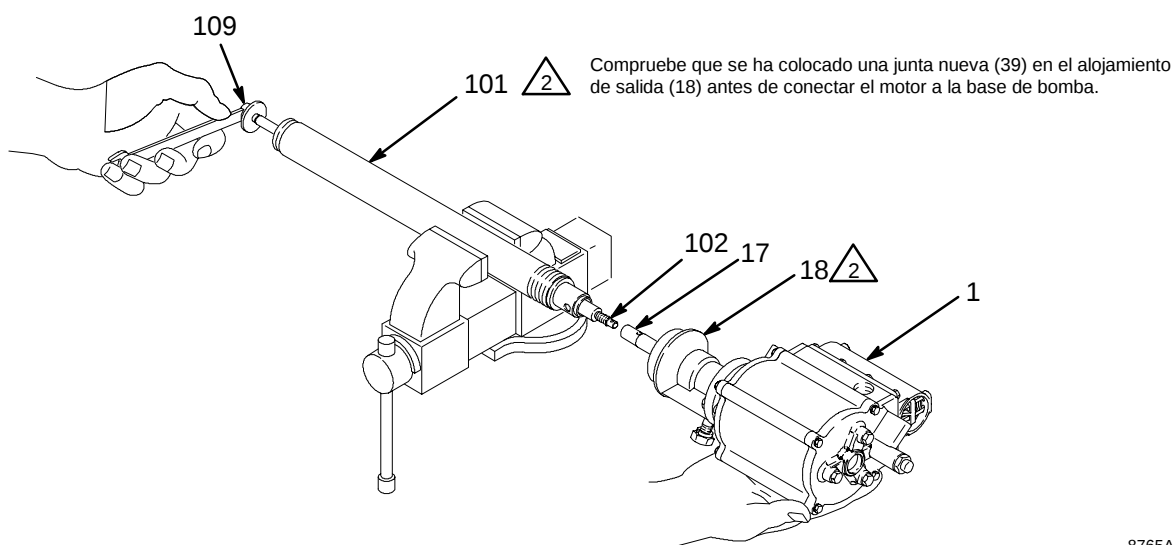

Fig. 8
6. Al realizar este paso, sujete el motor neumático (1) para impedir que caiga. Sujetando la tuerca (109) con una llave, desenrosque la biela (102) de la base de la varilla (17) para liberar el motor. Vea la Fig. 8.
**NOTA:** Antes de conectar la base de bomba al motor, compruebe que se ha introducido una junta de cobre (39) nueva en el alojamiento de salida (18).
1. Coloque la base de bomba en un torno de banco, con las mordazas en el cilindro de la bomba (101). Coloque el motor neumático (1) de forma que la base de la varilla (18) engrane en las roscas de la biela (102). Usando una llave en la tuerca (109), enrosque la biela en la base de la varilla hasta que queden alineados los orificios del pasador. Vea la Fig. 8.